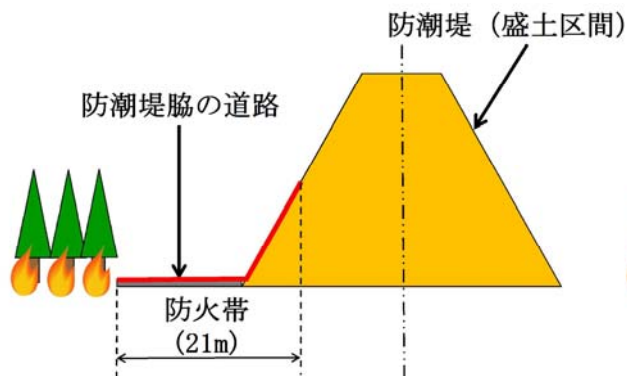

図 1 従来の防潮堤（盛土区間）に対する森林火災側の概要図
- ・現状の防潮堤（盛土区間）と防火帯の関係を図 1 に示す。